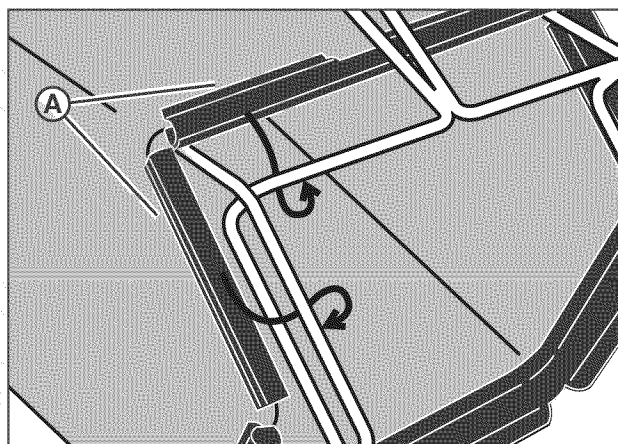

Figura 7: Instalación de los ganchos de la bolsa
2. Primero, sujete los ganchos (A, Figura 7) al costado del armazón. Luego, sujete los ganchos a la parte superior e inferior del armazón.